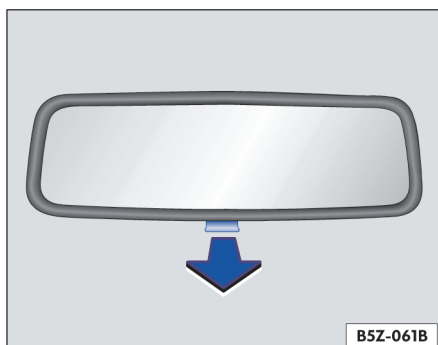

Fig. 53 Detalle de la palanquita de la posición antideslumbrante
- Tire la palanquita ⇒ fig. 53 - flecha-, para evitar el deslumbramiento de los faros de los vehículos que transitan atrás.